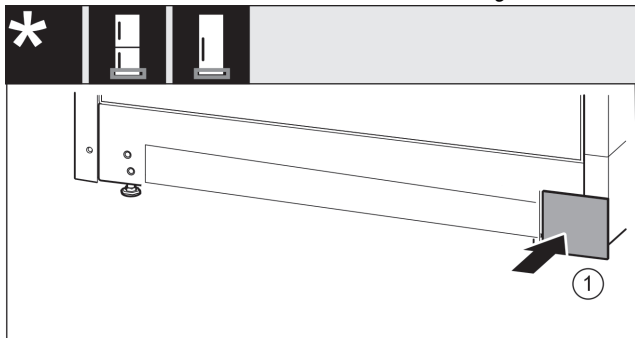

Fig. 19
- ▶ Kryt opäť nasadíte na druhú stranu. *Fig. 19 (1)*